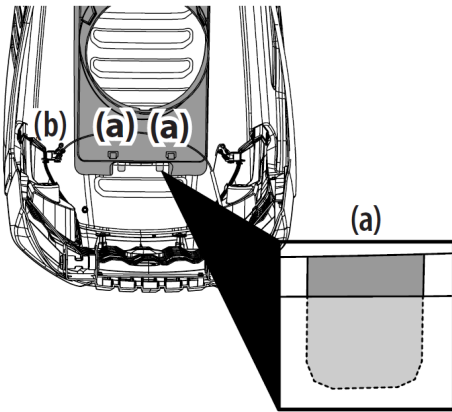

Figure 11
- リアタブを取り付けた状態で、図11に示すように、プレナム (b) にフロントタブ (a) を挿入します。